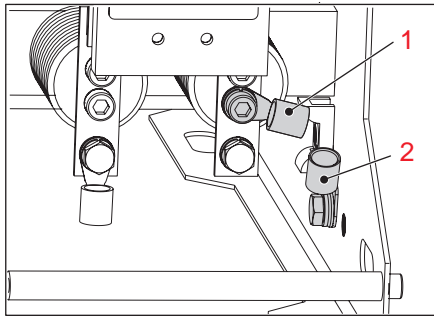

Bild 18
3. An der Rückseite des Gerätes mit Hilfe des Durchgangsprüfers den Durchgang der Erdungsleitung zwischen dem rechten Kontakt K1/13 (1) und der Erdungsklemme (2) am Gehäuse prüfen, siehe **Bild 18**.